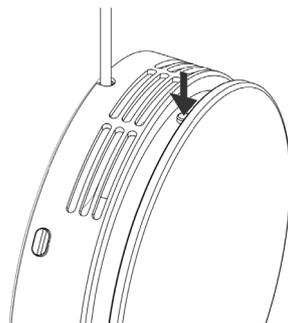

Figure 20 - Éteignez la centrale.
1. Éteignez tout d'abord la centrale (voir Figure 20 ci-dessous). Attendez 3 minutes jusqu'à ce que l'appareil ait complètement cessé de tourner.